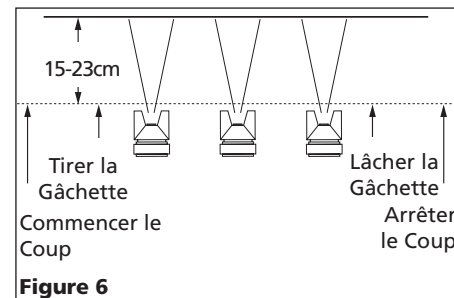

Figure 6
2. Tirer correctement sur la gâchette. Commencer le mouvement au début du coup AVANT DE TIRER SUR LA GÂCHETTE et la relâcher AVANT D'ARRÊTER LE MOUVEMENT à la fin du coup. Cette procédure "mélanger" chaque coup avec le prochain sans avoir l'apparition de chevauchement ou d'inégalités (Voir Figure 6).